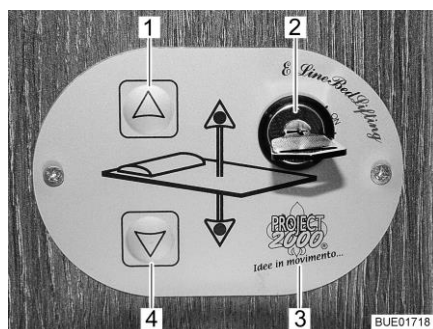
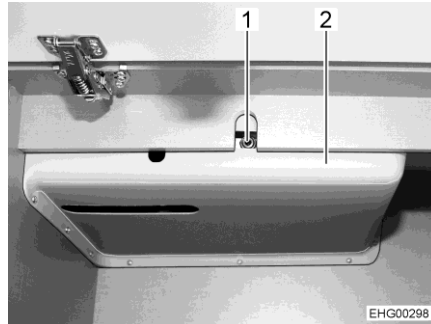

Bild 143 Kontrollenhet
Bild 147 Åtkomst till drivenheten
Med knapparna (Bild 143,1 och 4) på kontrollenheten (Bild 143,3) sänks och lyfts den höjbara sängen. Med nyckelbrytaren (Bild 143,2) säkras kontrollenheten mot obehörig användning.
- Vrid nyckeln i nyckelbrytaren (Bild 143,2) 90° medurs. Kontrollenheten (Bild 143,3) är aktiverad.
- Tryck på pilknappen (Bild 143,4) och håll den så länge intryckt till den höjbara sängen sänks ned till önskad position.
- Tryck på pilknappen (Bild 143,1) och håll den så länge intryckt till den höjbara sängen lyfts fram till gränsställningen.
Nöddrift Om den höjbara sängen inte längre kan flyttas med pilknapparna (Bild 143,1 och 4) kontrollera först säkringen bakom panelen (Bild 147,2) (se avsnitt 9.10.1). Om säkringen är OK och den höjbara sängen ändå inte kan röras, manövrera den höjbara sängen manuellt.
- Stick den medföljande veven eller insexnyckeln i hållaren vid motorn (Bild 147,1).